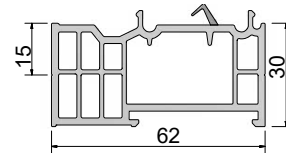

rys. 29
5. W skrzydle przykręć okapnik GG-WSA lub listwę uszczelniającą z pojedynczą szczotką. (rys. 29)